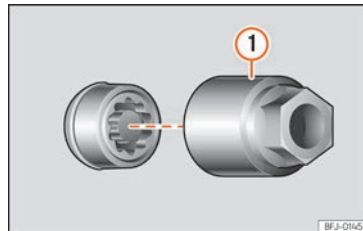

Fig. 37 Parafuso antirroubo com capa de proteção e adaptador.
- Encaixe o adaptador especial »» Fig. 37 ① (ferramenta de bordo »» Página 41) no parafuso antirroubo da roda até ao limite.